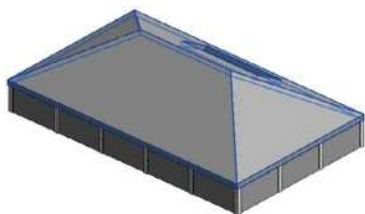

图 12-37 选择屋顶
(1) 打开 12.2.1 节绘制的文件，单击“建筑”选项卡“洞口”面板中的“垂直洞口”按钮，选择屋顶，如图 12-37 所示。